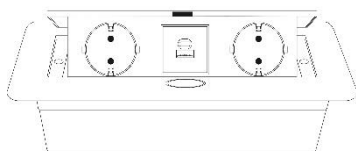

Рис.3
- Блоки розеток AM-ARL-2EU2AC-XX (рис. 3) имеют 2 электрические розетки с заземлением и USB Type-A+C